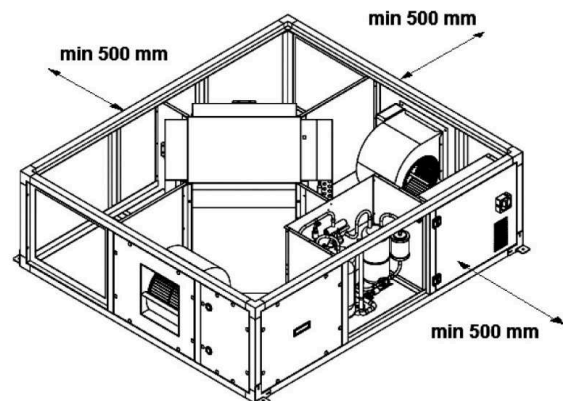

fig. 2
- Prevedere uno spazio laterale libero ed accessibile pari a 500 mm min (fig. 2), compatibilmente con la configurazione di installazione scelta.
- Leave a gap space of min 500 mm (see fig. 2) between the unit side and the closest obstacles, according to the unit configuration.